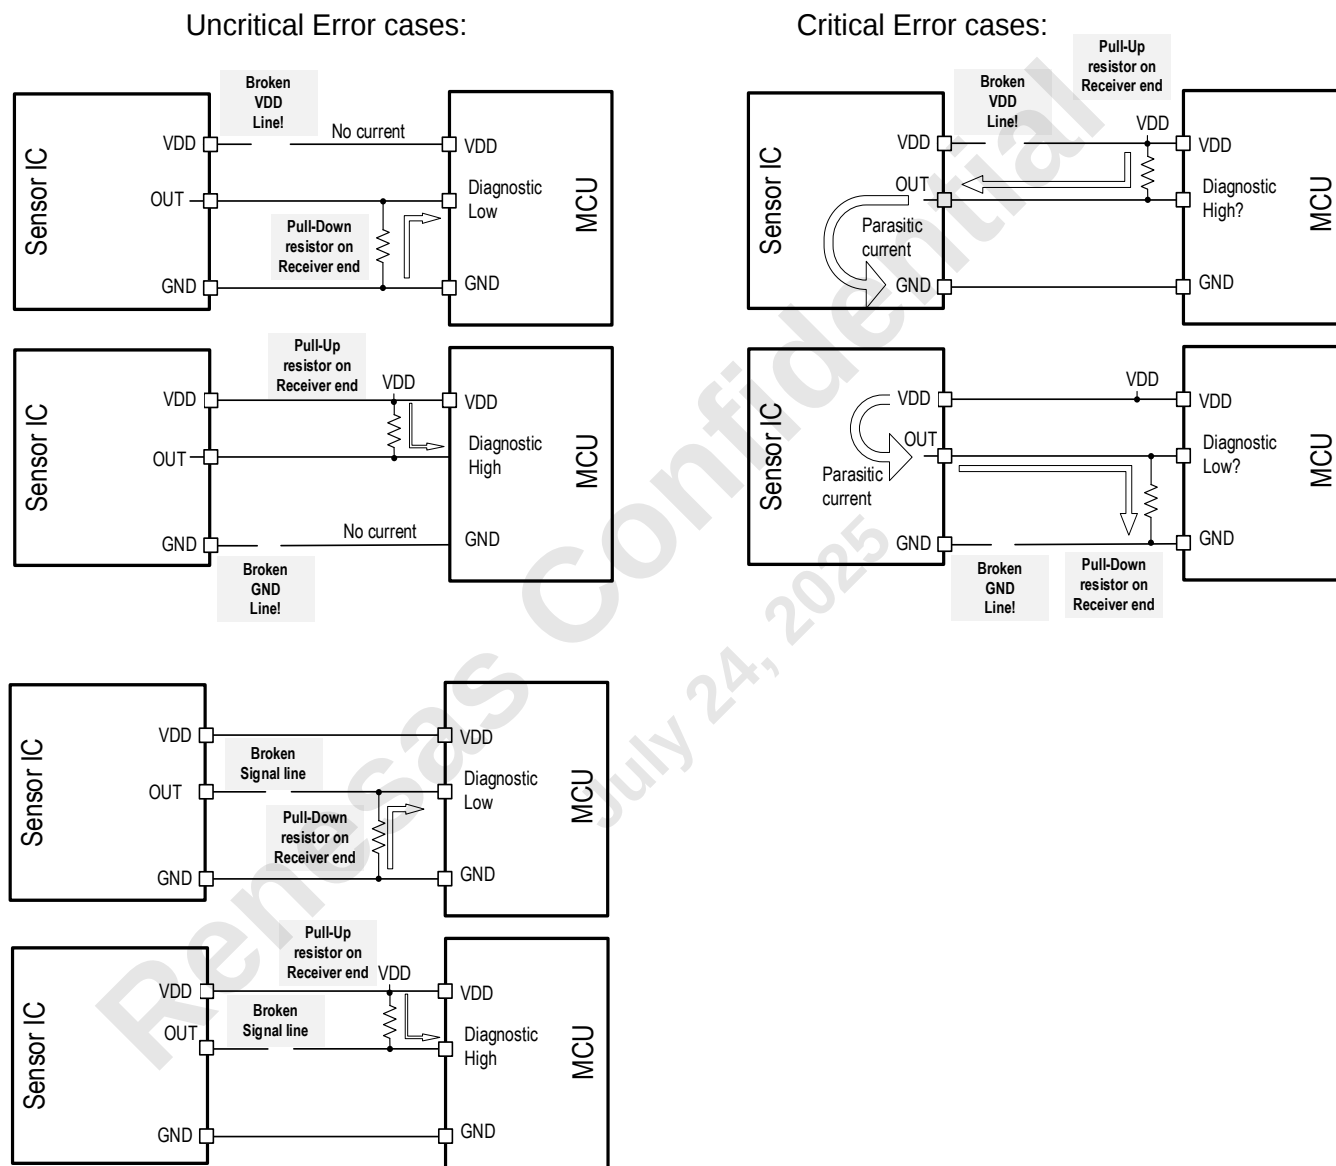
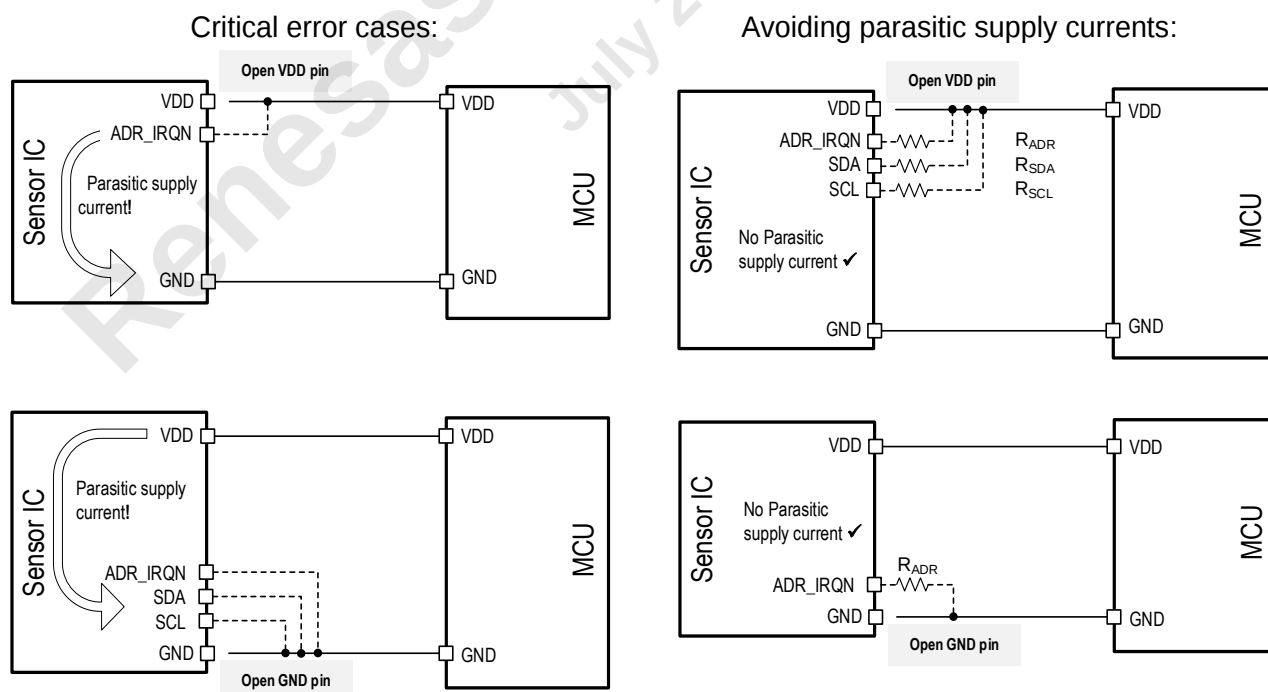

図 25 VDD または GND ラインの断線によるアナログ出力の寄生電流
図 26 ADR_IRQN 端子、SDA 端子、SCL 端子の寄生電流
電源、グランド、またはアナログ出力の断線のほとんどはアナログ出力端子の DC 電圧をモニタすることにより容易に検出可能です。図 25 左列の図を参照してください (OUT は SIN_SCL、SINN、COS_SDA または COSN です)。診断エラーまたは信号線断線の場合、影響を受けた端子の DC 電圧は外付けのプルアップ抵抗またはプルダウン抵抗により診断範囲 (diagnostic high または diagnostic low) へ引き込まれます。
- 受信側に外付けプルアップ抵抗が有る場合の VDD の断線 (図 25 右上の図参照):
- 受信側に外付けプルダウン抵抗が有る場合のグランド配線の断線 (図 25 右下の図参照):
VDD または GND 端子がオープンの場合、ADR_IRQN または SDA、SCL が VDD または GND に直接接続されている場合に寄生電源電流が流れる可能性があります (図 26 の Critical error cases 参照)。このような寄生電源電流を避けるには、図 26 の Avoiding parasitic supply currents に示すように、これらの端子を VDD または GND に抵抗を介して接続します。R_{ADR}、R_{SDA}、R_{SCL} の値は表 14 を参照してください。
p.31 図 15、図 14: SCL の接続変更 p.32 セクション 15.2: 電源電圧の表記を $3.3V \pm 10\%$ または $5.0V \pm 10\%$ から、$3.3V \pm 0.3V$ または $5.0V \pm 0.5V$ に変更 p.32 セクション 15.3.1: 説明と表の追加 p.32 図 17: 抵抗と抵抗値の表記変更 p.33 セクション 15.3.2: 参照する図の変更と表の追加 p.17 図 18: 抵抗値の表記変更 p.34 図 19: 抵抗値の表記変更 p.34 図 20: 抵抗値の表記変更 p.36 図 22: 抵抗値の表記変更 p.36 セクション 17: 図 22 の下の注記の修正 p.37 セクション 17.1: 動作電源電圧の記載を $3.3V \pm 10\%$ または $5.0V \pm 10\%$ から、$3.3V \pm 0.3V$ または $5.0V \pm 0.5V$ に変更 p.37 表 22: Supply voltage range のプログラムオプションの記載を $3.3V \pm 10\%$ または $5.0V \pm 10\%$ から、$3.3V \pm 0.3V$ または $5.0V \pm 0.5V$ に変更 p.40 セクション 18.2.1.2: 説明文の修正、追加 p.41 図 25: タイトル修正 p.42 表 24: 参照する図の明記 p.42 表 25: 参照する図の明記 p.42 セクション 18.2.1.2: 説明文修正 p.42 図 26: 対象端子の追加、抵抗値の表記変更 p.44 表 26: Output buffer failure の Temporary タイプの説明修正、Static タイプの追加 p.45 セクション 18.5: C_T の参照先追加 p.48 セクション 24: 章名、表内の「注文」を「発注」に変更